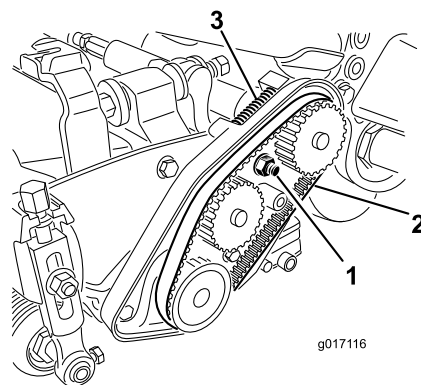

図 45
- A. ベアリングハウジング取り付けナットをゆるめる図 45。
- C. ベルトケース内部や圧縮スプリングについているごみをきれいに取り除く図 45。